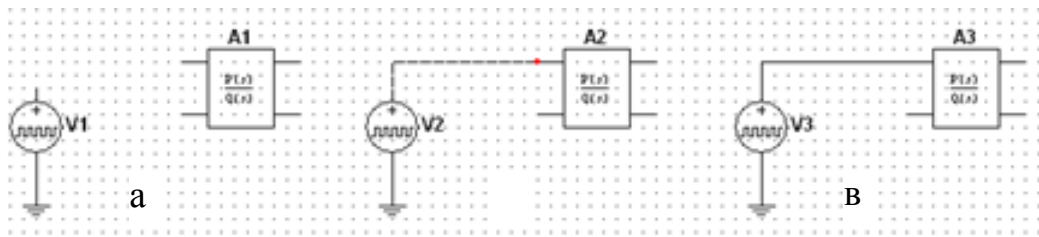

Рисунок 5 – Последовательность операций при соединении компонентов схемы проводником
4. Для соединения компонентов схемы проводниками необходимо выполнить следующие операции (рисунок 5):